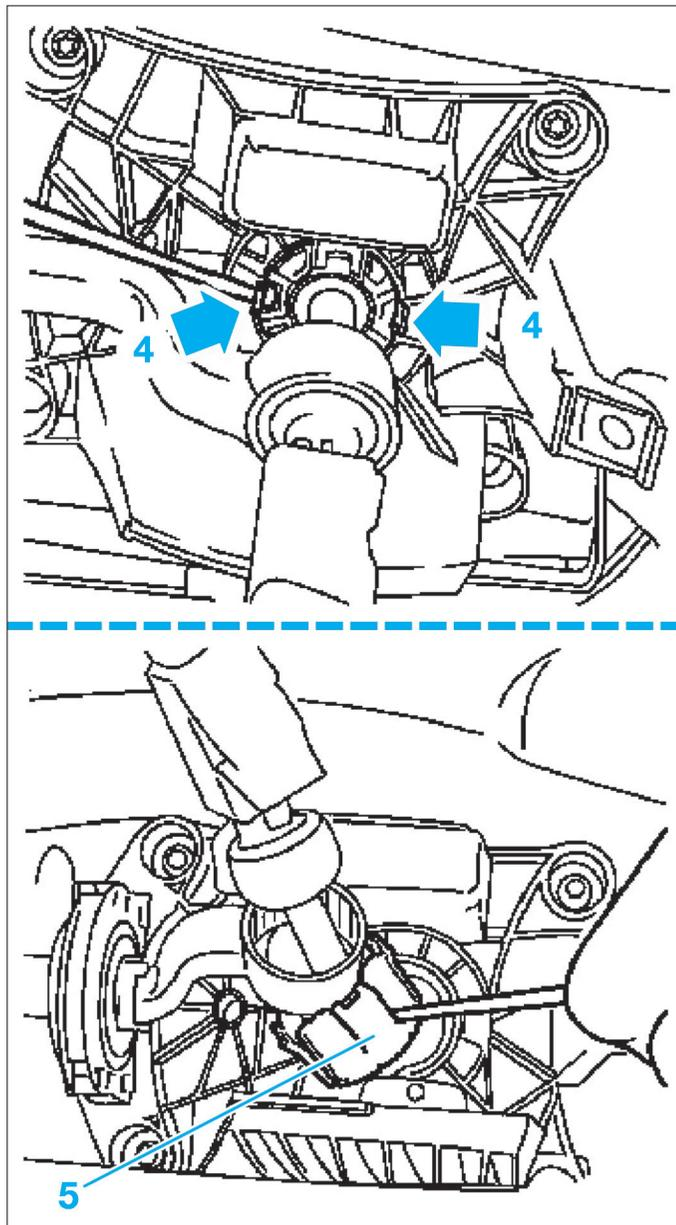

FIG. 11
- Dégrafer le levier de vitesses en enfonçant les deux languettes (4) vers l'intérieur (Fig.11).
- le palier (5) sur le levier de vitesses de la tringle de commande à l'aide d'un tournevis.